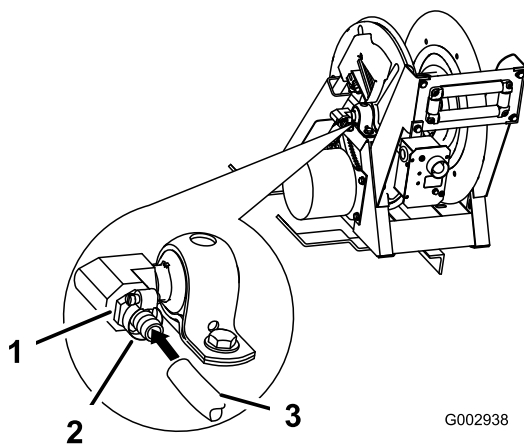

Bild 38
21. Wickeln Sie Teflonband links um das Gewinde der gezahnten Armatur (3/4 Zoll) und setzen Sie sie in den Einlassanschluss seitlich vom Schlauchwagen ein (Bild 38).